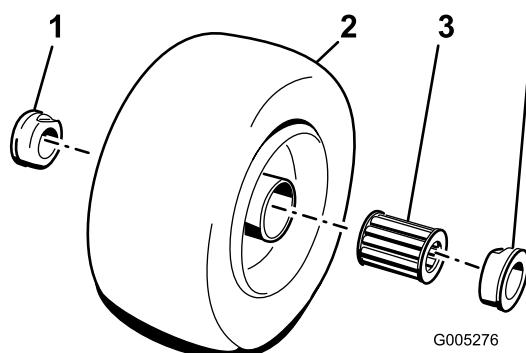

**Figura 18**
1. Togliete il dado di bloccaggio dal bullone che fissa la rotella orientabile e le rondelle alla forcella (Figura 18). Afferrate la ruota orientabile ed estraete il bullone dalla forcella. Rimuovete la chiave per pneumatici dall'interno del gruppo della ruota.